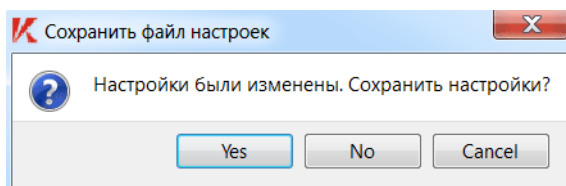
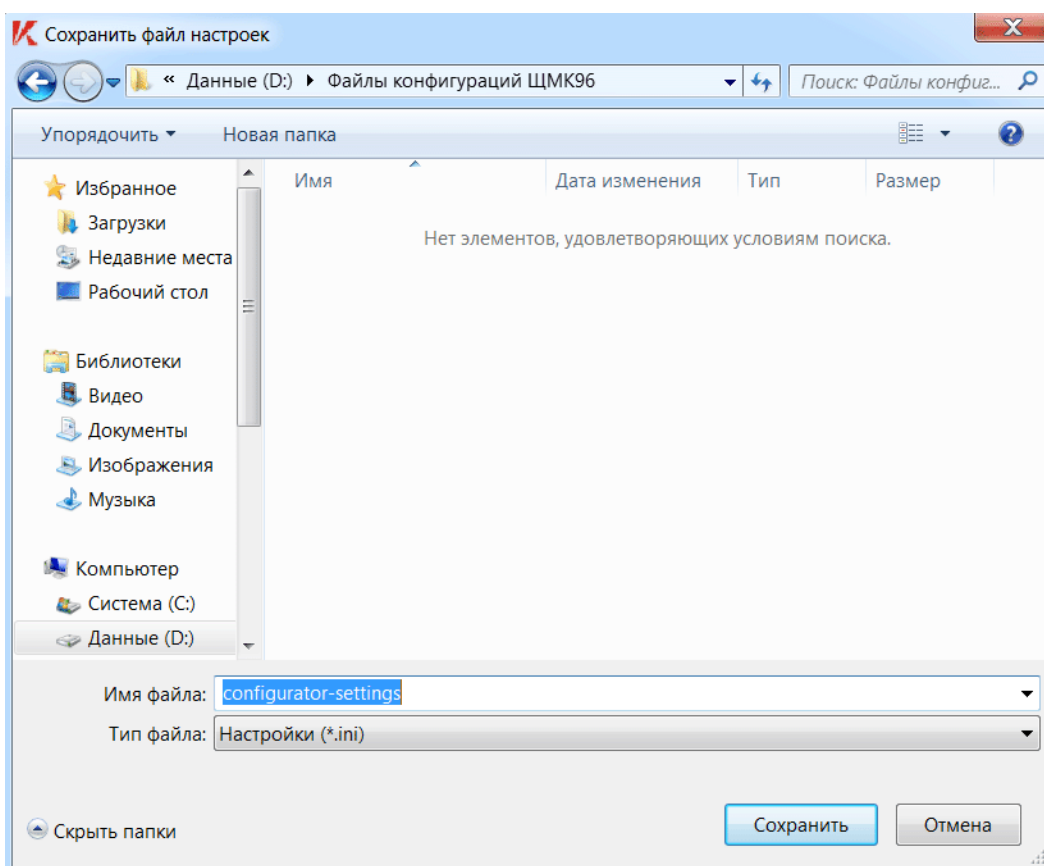

Рисунок 6 – Запрос на сохранение измененных настроек
Рисунок 7 – Диалог сохранения INI-файла настроек
- 2) При открытии нового INI-файла или при выходе из программы «Конфигуратор» в ответ на запрос программы (см. Рисунок 6) выбрать «Yes» (далее, если имя прежнего INI-файла не было задано («Без названия»), во вновь открывшемся диалоге (см. Рисунок 7) задать имя и местоположение для сохраняемого INI-файла настроек).